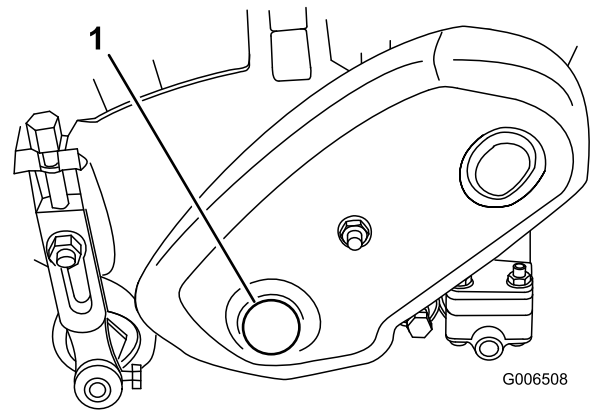

Figura 68
1. Retire el tapón de la cubierta de la transmisión al molinete, en el lado izquierdo del conjunto del molinete (Figura 68).